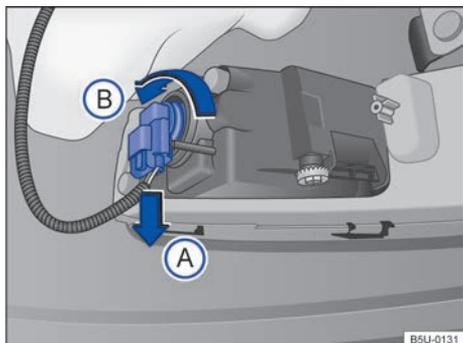

Fig. 170 Detrás del paragolpes delantero: acceso a la lámpara incandescente del farol de neblina.
2. Desenganjar el conector de alimentación de la lámpara fig. 170 en el sentido de la flecha , presionar, al mismo tiempo, la traba de fijación del conector.
3. Gire el portalámpara fig. 170, en sentido antihorario de la flecha , y desencájelo del alojamiento.